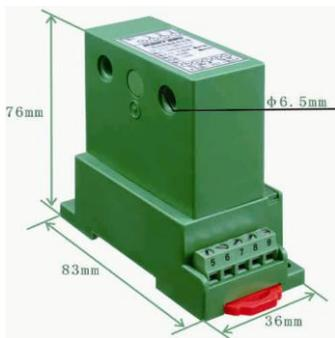
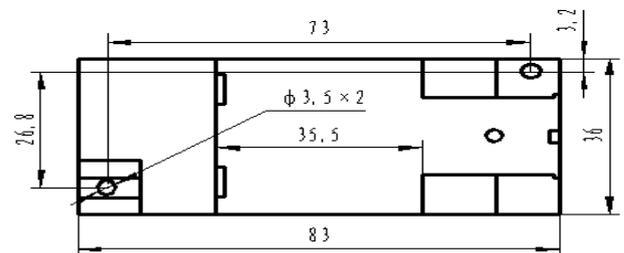

图1 BS3型
图5 BS3型安装尺寸图
- ① 把变送器固定卡槽一侧勾在安装导轨上;
- ② 向下牵动弹簧销(如图1底端的红色弹簧销);
- ③ 使变送器卡口套在安装导轨上;
- ④ 松开弹簧销, 变送器即卡在安装导轨上。
- ① 按图5中的螺孔位置在固定板上攻丝 M3 螺钉孔;
- ② 使用 M3 的螺钉拧入螺钉孔中固定;